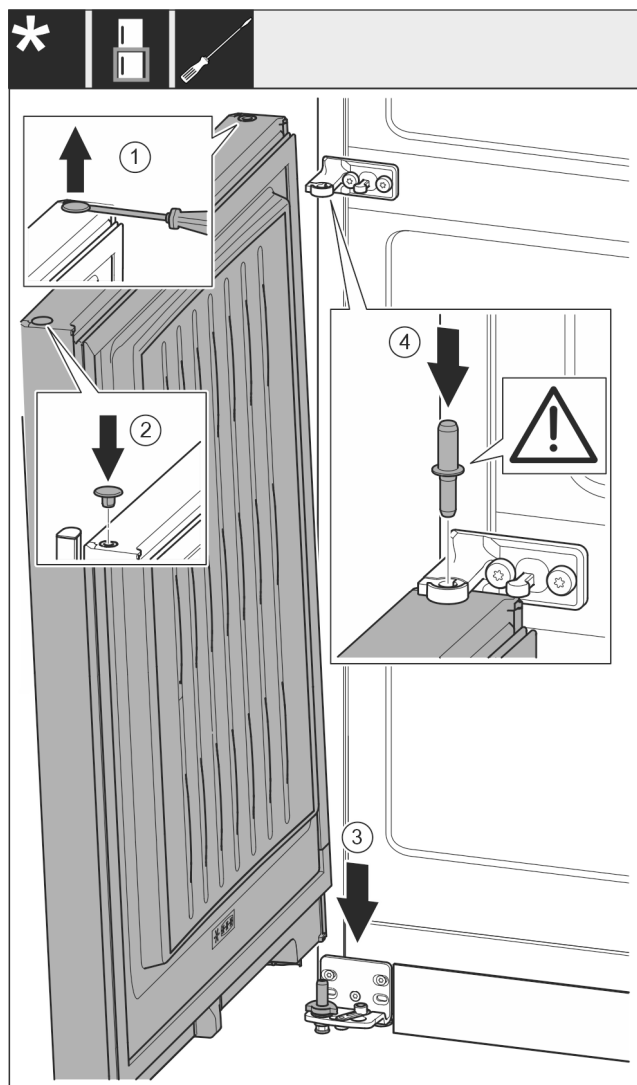

Fig. 23
- ▶ Odvijačem s ravnom glavom oprezno podignite čep Fig. 23 (1) i izvadite ga.
- ▶ Ponovno umetnite čep Fig. 23 (2) na drugu stranu vrata.
- ▶ Stavite vrata Fig. 23 (3) odozgo na donji svornjak ležaja.
- ▶ Umetnite srednji svornjak ležaja Fig. 23 (4) kroz srednji podložak ležaja u donja vrata. Pritom se pobrinite za to da je uskočna izbočina okrenuta prema natrag.